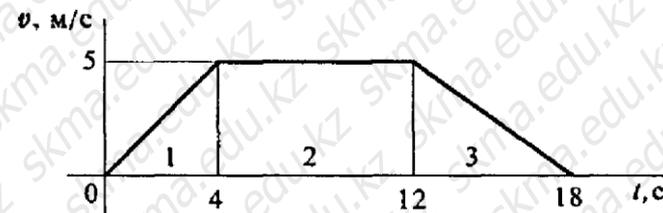

Рис. 1
**Задача 3.** На материальную точку действует система сил (рис. 1). Определить числовое значение ускорения, полученного материальной точкой  $m = 7$  кг. Остальные данные представлены на чертеже.
**Задача 1.** Рассмотрим движение платформы по шероховатой поверхности с ускорением (рис.1).
**Задача 2.** График изменения скорости лифта при подъеме известен (рис. 1). Масса лифта с грузом 2800 кг. Определить натяжение каната, на котором подвешен лифт на всех участках подъема
3. Колодочным тормозом останавливают барабан после отключения двигателя (рис. 1).